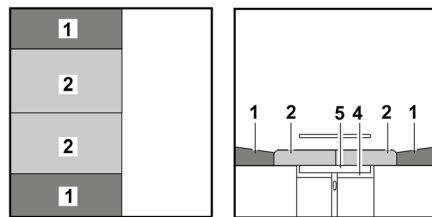

Bild 65 Nach dem Umbau
- Die Sitzpolster (Bild 65,2) zur Mitte ziehen.
- Die Rückenpolster (Bild 65,1) zwischen die Sitzpolster und die Wand legen.